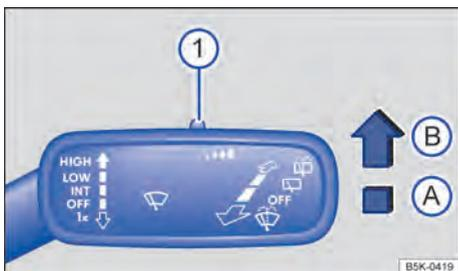

Fig. 78 À direita da coluna de direção: alavanca dos limpadores dos vidros.
Pressionar a alavanca para a posição desejada → Fig. 78:
A sensibilidade do sensor de chuva pode ser ajustada manualmente com o interruptor na alavanca dos limpadores dos vidros → Fig. 78 (1) → ⚠.